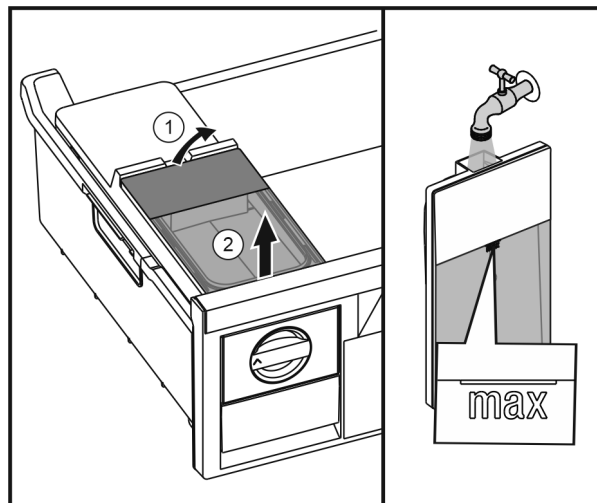

Fig. 32
- ▶ Zvedněte vzadu nádržku na vodu Fig. 32 (1) a poté ji vyjměte směrem nahoru Fig. 32 (2).